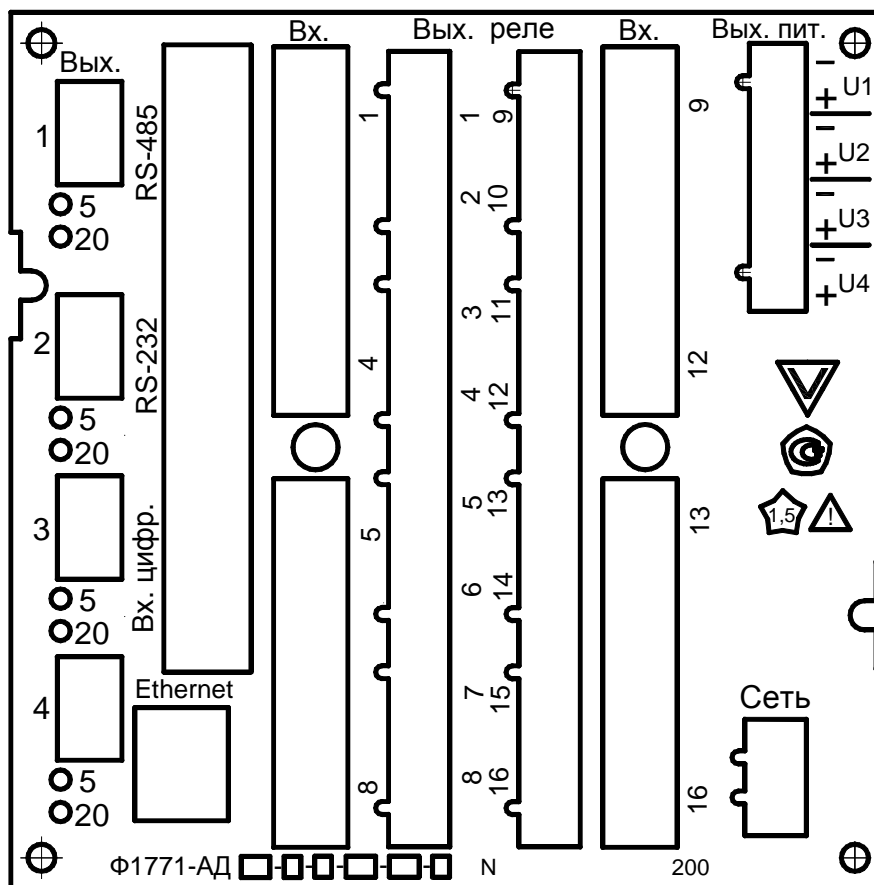

Рисунок 56 – Задняя панель прибора
- с помощью отвёртки произвести настройку подстроечных резисторов через отверстие в задней панели прибора, расположенные под разъёмами «Вых.1 – 4» (см. рисунок 56). Цифра справа от отверстия обозначает конечное значение настраиваемого диапазона выходного сигнала.
7.4 Все электрические подключения производятся на задней панели прибора см. рисунок 56.